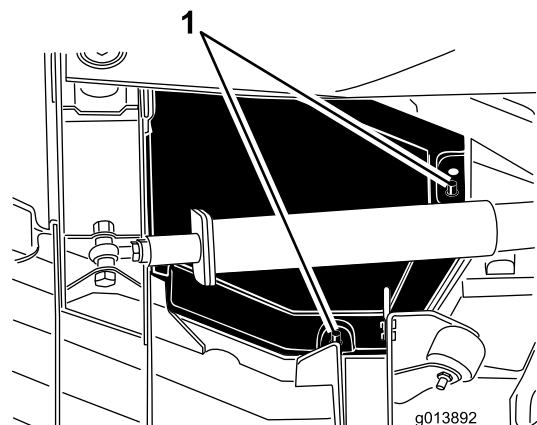

Figura 47
- Separe los bordes trasero e interior de la cubierta de las clavijas de montaje (Figura 47).